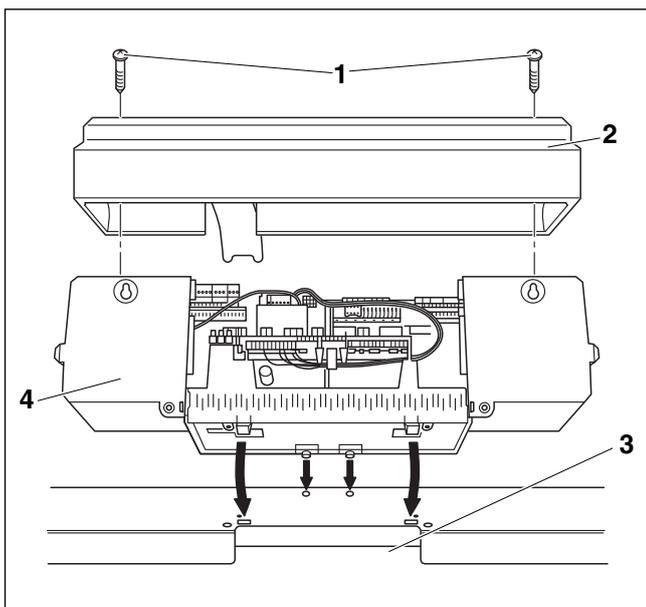
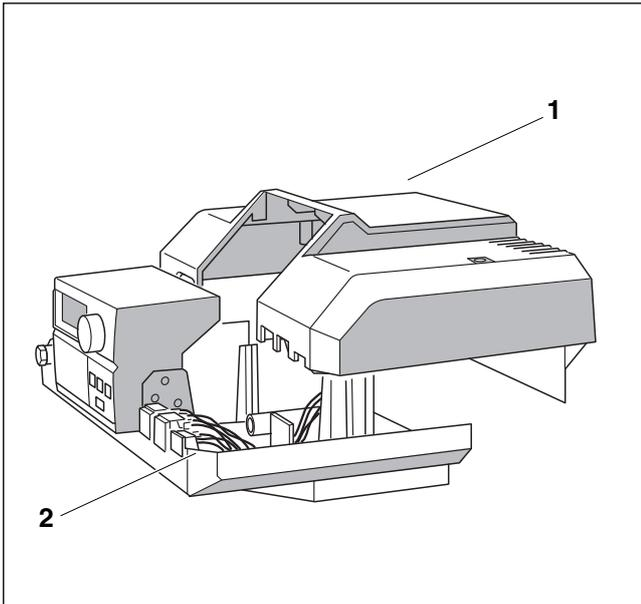

Рис. 10 Открытие и установка системы управления Logamatic 4000
Рис. 18 Установка крышки клеммного щитка
- ▶ Оба винта (→ рис. 10, [1]) выкрутить сверху из крышки клеммного щитка (→ рис. 10, [2]) и снять ее.
- ▶ Слегка наклонив систему управления вперед, установить ее так, чтобы передние крюки вошли в овальные отверстия. Систему управления по-двинуть вперед и отклонить назад до защелкивания обоих упругих крюков справа и слева (стрелки на рис. 10).
- ▶ Капиллярные трубки провести через кабельный проход (→ рис. 10, [3]) и развернуть на требуемую длину.
- ▶ Установить крышку клеммного щитка (→ рис. 18, [1] и рис. 10, стр. 18, [2]) и закрепить винтами к системе управления (→ рис. 18, [2] и рис. 10, стр. 18, [4]).